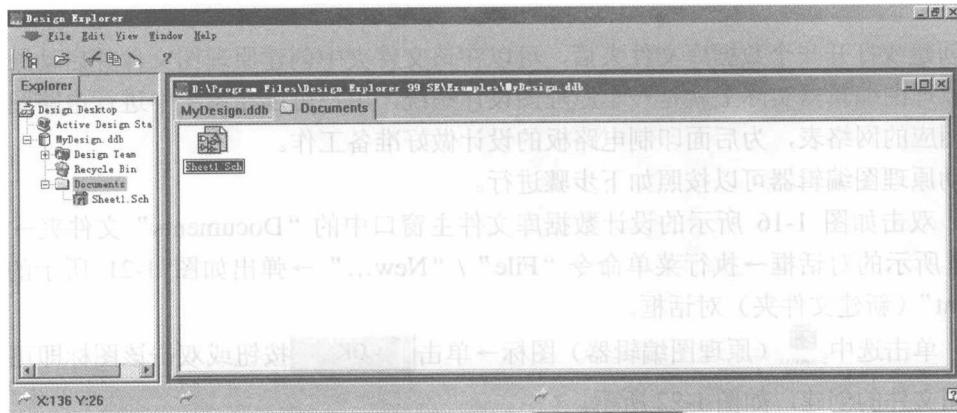

图 1-22 创建新的原理图文件
(2) 单击选中 (原理图编辑器)图标 → 单击 按钮或双击该图标即可完成新的原理图文件的创建，如图 1-22 所示。